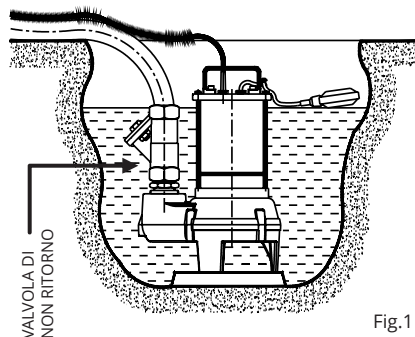

Fig.1
- Se il fondo del pozzo o comunque la superficie su cui appoggia la pompa è irregolare e c'è la possibilità che si accumulino sassolini, detriti, fanghiglia, ecc. Intervenire creando una base di appoggio regolare e rialzata (Fig 1).
- Per evitare il reflusso del liquido dal collettore di scarico installare dopo la mandata della pompa una valvola di non ritorno (Fig. 1).